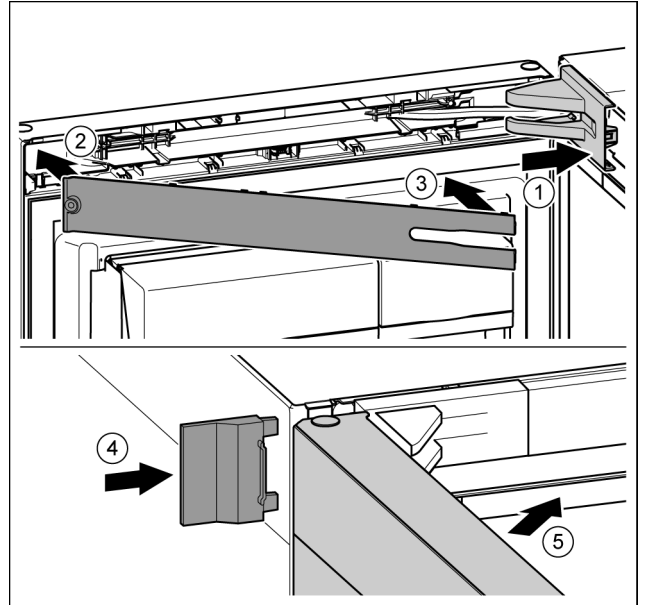

Fig. 23
- ▶ Helyezze fel és pattintsa be a csapágybak fedelét, szükség esetén óvatosan nyomja szét. Fig. 23 (1)
- ▶ Helyezze fel a lemezt. Fig. 23 (2)
- ▶ Fordítsa be és pattintsa be a lemezt. Fig. 23 (3)
- ▶ Tolja fel a külső fedelet. Fig. 23 (4)
- ▶ Csukja be a felső ajtót. Fig. 23 (5)